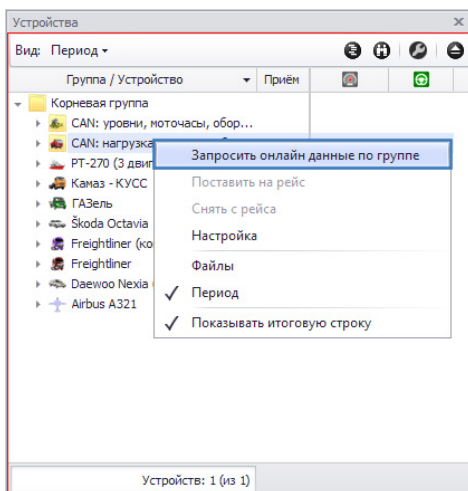

Рис.80. Запросить онлайн данные группы устройств.
- команду «Запросить онлайн данные по группе», если выбрана группа ТС (**Рис.80**).